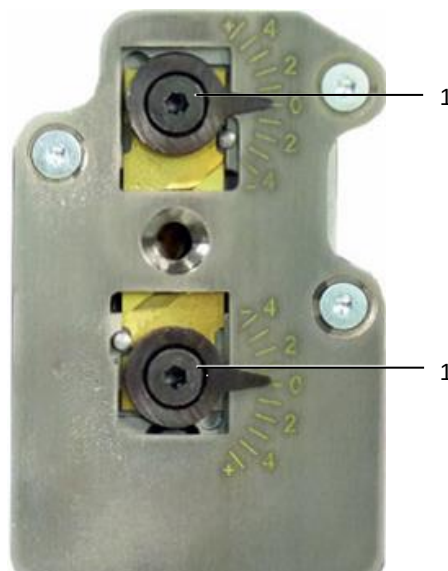

Fig. 15: Avisoleringsenhet
- Løsne begge eksenterskruene (fig. 15, pos. 1) (unbrakonøkkel 2,5 mm).